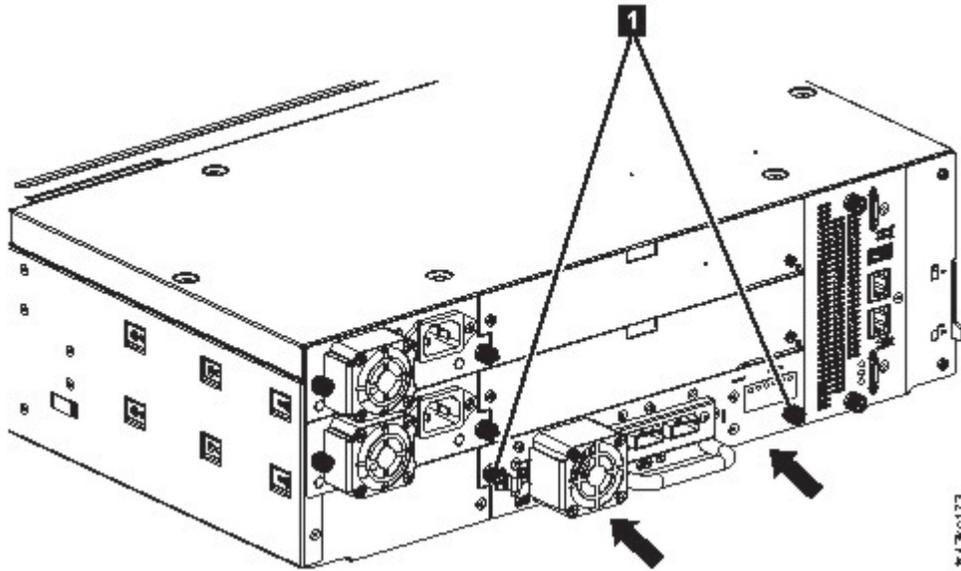

图 60. 安装磁带机
3. 用手指拧紧翼形紧固螺钉（第 108 页的图 60 中的 **1**），直到磁带机牢固为止。